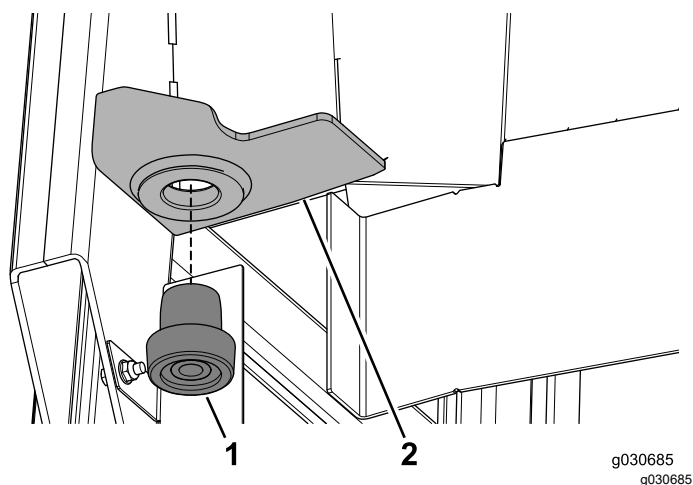

図 11
1. キャブフレームの左後マウントの穴にゴム製のアイソレータを挿入する 図 11。